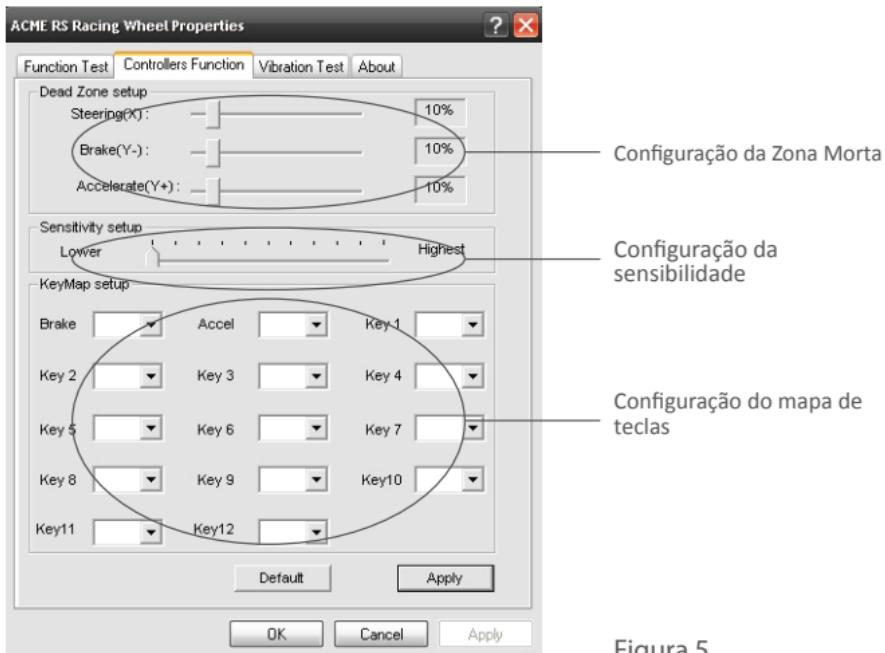

Figura 5
- Poderá configurar a zona morta original para a direcção do volante (eixo X), aceleração (eixo Y), travões (eixo Y), conforme se descreve de seguida. (ver figura 5 “Configuração da Zona Morta”)
- A sensibilidade do volante poderá ser ajustada em diferentes graus, de baixo a elevado, e conforme se descreve de seguida. (ver figura 5 “Configuração da sensibilidade”)
- A aceleração, travão do volante e as teclas 1 a 12 são intercambiáveis (mapeamento das teclas). (ver figura 5 “Configuração do mapa de teclas”, conforme se segue).